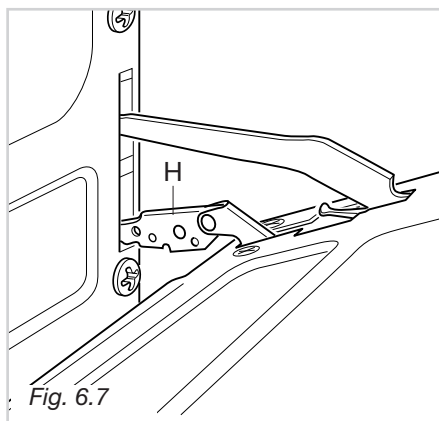

Fig. 6.7
- Impugnare la porta con le mani vicino alle cerniere e sollevare con gli indici le leve “H” (fig. 6.7).